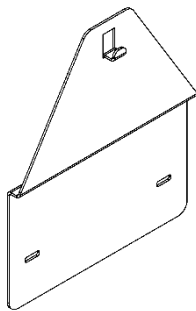

Рисунок 7.
7.2.3 При наличии в задней стенке только одного монтажного отверстия (сверху), а также если ранее был установлен аппарат марки «NEVA» или «BaltGaz», который крепился к стене с помощью двух крючков, можно выкрутить данные крючки и использовать отверстия для установки переходной планки (см. рис. 7). Переходная планка 114511-00.050 позволяет смонтировать аппарат с использованием уже имеющихся крепежных отверстий в стене. Переходная планка приобретается отдельно в фирменных магазинах или на сайте [baltgaz.ru](http://baltgaz.ru).